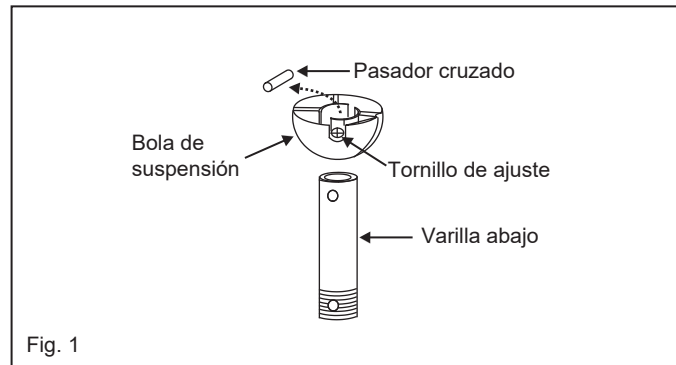

Fig. 1
1. Inserte el receptor en el soporte de montaje en el techo con el lado plano del receptor mirando hacia el techo. (Fig. 1) Para un mejor rendimiento, asegúrese de que la antena negra y la antena WIFI, en el extremo del receptor, permanezcan extendidas y no enredadas con ninguno de los cables eléctricos.